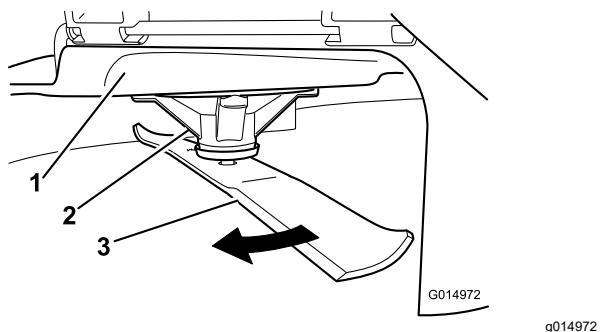

Figura 93
2. Llevando guantes fuertemente acolchados u otro tipo de protección apropiada para las manos, gire la cuchilla lentamente hasta una posición que permita medir la distancia entre el filo de corte y la superficie nivelada en la que descansa la máquina (Figura 93).